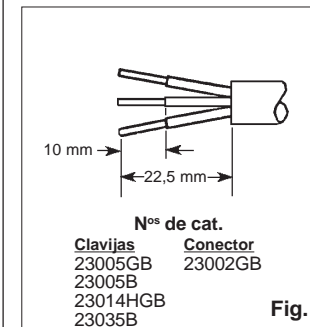

Fig. 1
- Quitar la funda del cable y pelar los conductores como se muestra en la fig. 1 ó 2. NO ESTANAR LOS CONDUCTORES.